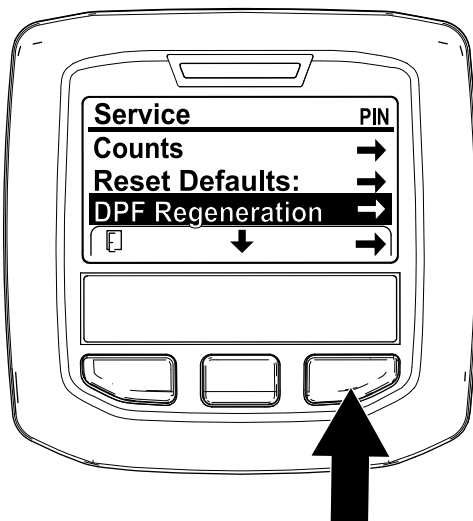

Figura 41
1. Accedete al menu Service e premete il pulsante centrale per scorrere il menu verso il basso fino all'opzione DPF REGENERATION ((Rigenerazione FAP) (Figura 41).
2. Premete il pulsante destro per selezionare la voce DPF Regeneration (Figura 41).